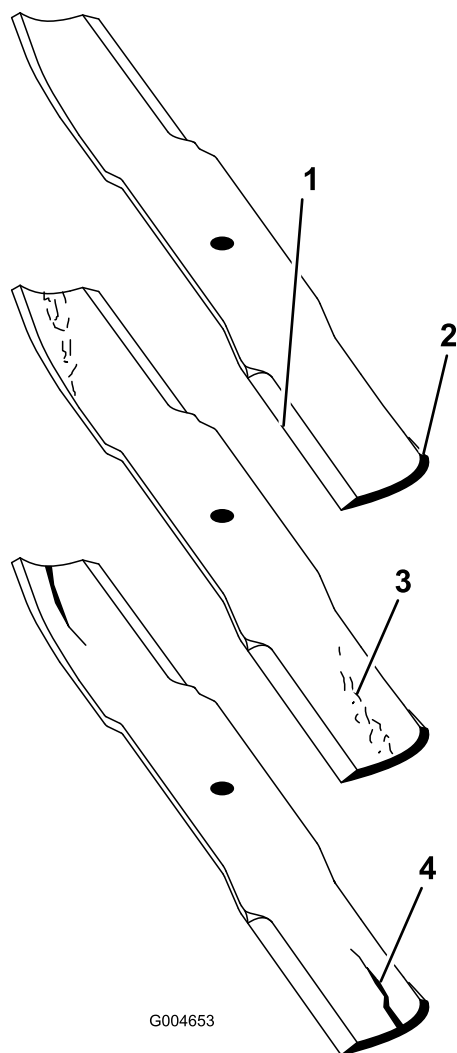

図 98
2. ブレードの切っ先を注意深く観察、特に、直線部と曲線部が交わる部分をよく観察する 図 98。
注 この、直線部と曲線部の交差域は、砂などによる磨耗が進みやすい部分なので、機械を使用する前によく点検することが必要である。磨耗が進んでいる場合 図 98 には、ブレードを交換する。